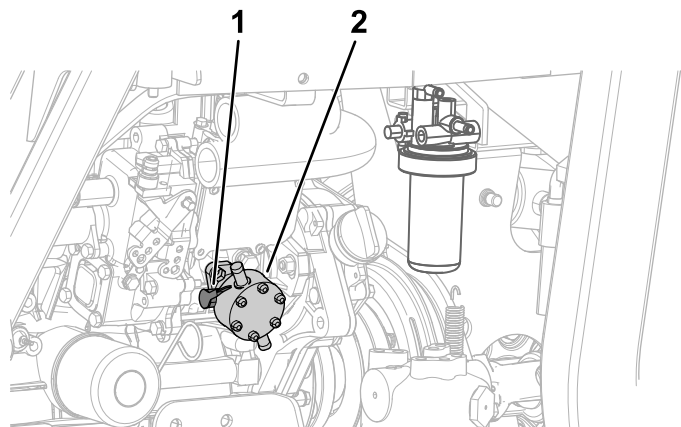

Figura 64
Sul lato sinistro del motore, agite sulla leva della pompa del carburante fino a riempire il pozzetto del filtro del carburante (Figura 64).
7. Agite sulla leva della pompa del carburante sinché non vedrete fuoriuscire un flusso solido di carburante attorno alla vite; fate riferimento alla Figura 64 in Innesco dell'impianto del carburante \(pagina 56\).